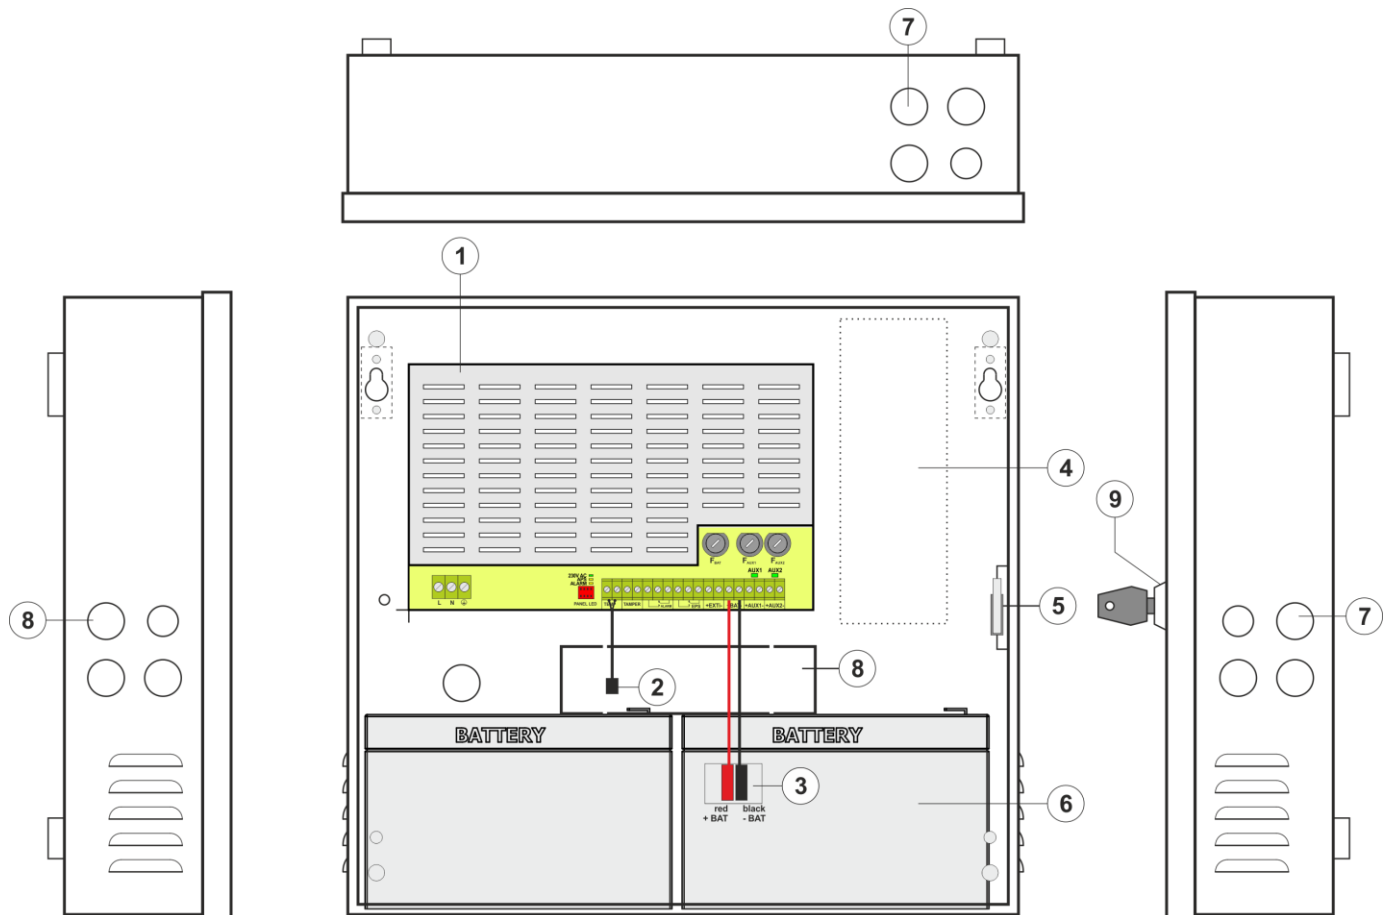

Abb. 3. Ansicht des Moduls des Netzteils auf dem Sockel EN54C-2A7.
Tabelle 2. Elemente des Netzteils (Abb. 3).
5. Die Akkus am gewählten Platz im Gehäuse montieren (Abb. 3). Der Akku mit der Platte des Netzteils mit Beachtung der entsprechenden Polarität verbinden. Die Akkus bedürfen der Reihenschaltung mit Hilfe der speziellen Leitung, die sich im Lieferumfang des Netzteils befindet. Zwischen den Batterien ist ein Temperaturfühler zu montieren.